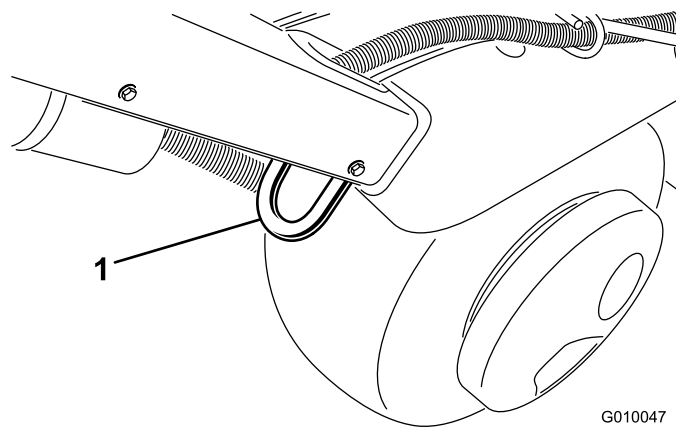
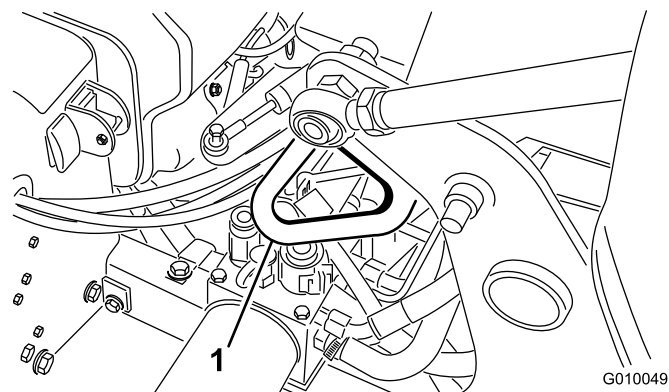

Figura 32
Figura 34
- Prenda muito bem os pontos de fixação do arejador (Figura 32 a Figura 34) ao atrelado ou carrinha com tiras, correntes, cabos ou cordas.